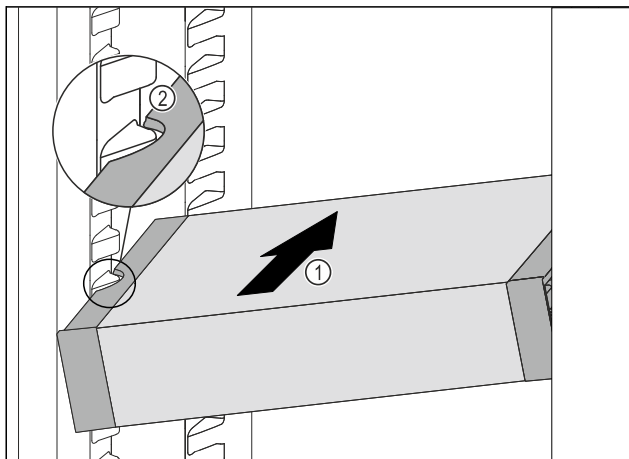

Fig. 107
- VarioSafe schuin in het koelgedeelte schuiven Fig. 107 (1), tot de uitsparingen aan de zijkant Fig. 107 (2) van de VarioSafe op de hoogte van de rib in het koelgedeelte zitten.